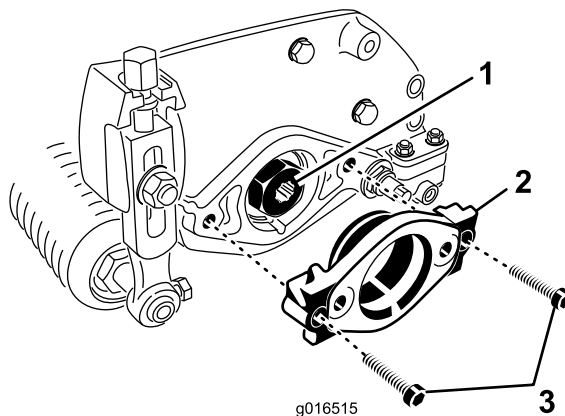

Figura 8
- Togliete le 2 viti a testa esagonale che fissano il supporto motore all'estremità sinistra dell'apparato di taglio. Rimuovete il supporto motore (Figura 8).
- Sull'estremità sinistra dell'apparato di taglio applicate un leggero strato di olio sull'O-ring e montate il supporto motore con le 2 viti a testa esagonale rimosse in precedenza (Figura 8). Serrate le viti ad un valore compreso tra 16 e 20 Nm.